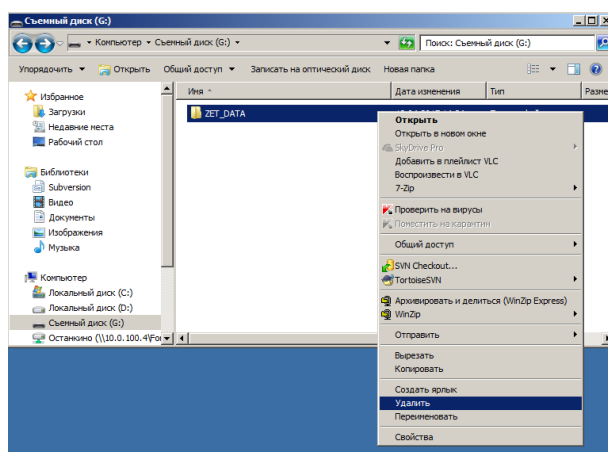

Рис. 2.12 Окно «Съемный диск»
- закрыть окно программы «Выбор файлов для конвертации», а в окне «Автозапуск» активировать опцию «Открыть папку для просмотра файлов используя Проводник» при этом откроется окно «Съемный диск» в котором выбрать правой клавишей мыши директорию ZET_DATA и в выпадающем меню выбрать опцию «Удалить» (Рис. 2.12).